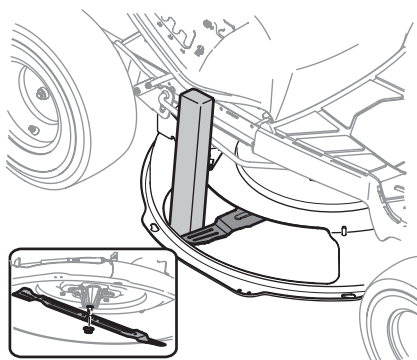

Figure 22
2. Insérez une cale en bois ou un morceau de poutre de au moins 51 mm x 102 mm (2 po x 4 po) dans l'ouverture du plateau de coupe et faites tourner la lame jusqu'à ce que la cale se coince entre l'ouverture du plateau de coupe et la lame, comme à la Figure 22.